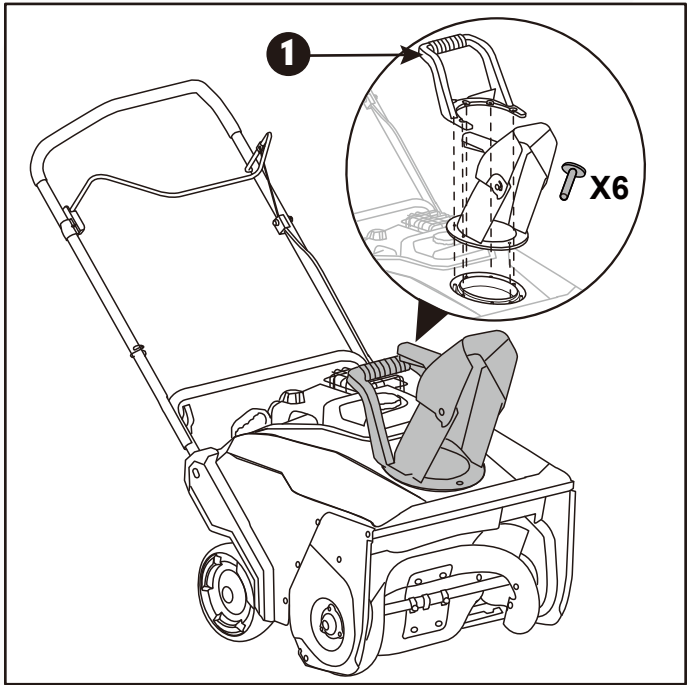

Fig.3B
2. Coloque el asa de rotación del conducto sobre el conducto y alinee los orificios. (Fig.3B)
3. Fije el conducto de descarga con el sa al cuerpo del quitanieves utilizando los seis tornillos suministrados. (Fig.3B)